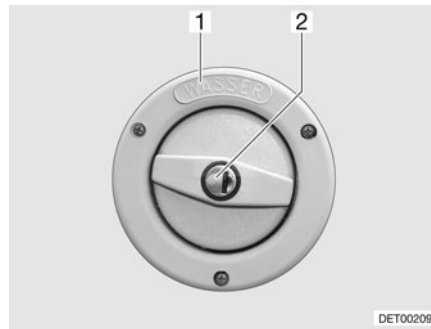

Fig. 173 Tapa de cierre del tubo de llenado de agua potable
El tubo de llenado de agua potable está identificado con el rótulo "WASSER" (agua) (Fig. 173,1). La tapa de cierre se abre y cierra con la llave para las cerraduras de trampa exteriores.
- Introducir la llave en el cilindro de cierre (Fig. 173,2) y girarla un cuarto de vuelta en sentido contrario a las agujas del reloj.
- Abrir el tubo de llenado de agua potable (Fig. 173).